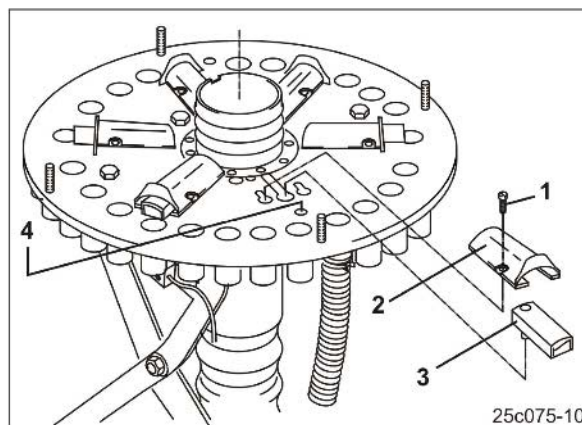

Рис. 123
В случае ненадобности заслонки (Рис. 123/2) деактивируйте. Деактивированные заслонки не закрывают подводящие линии к сошникам техколеи.
5. Открутите болты (Рис. 123/1) lösen.
6. Удалите туннель заслонки (Рис. 123/2) entfernen.
7. Заслонка (Рис. 123/3) установлена, как изображено, в направляющей.
8. Поверните заслонку (Рис. 123/3) и вставьте в отверстие (Рис. 123/4).
9. Прикрутите шахту для заслонок (Рис. 123/2) на монтажной пластине.